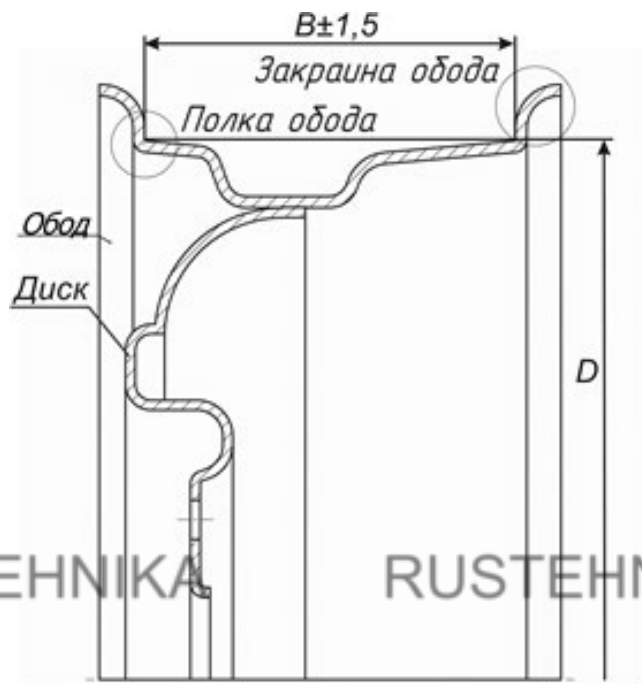

Рисунок 1.1 - Поверхности обода, подлежащие реставрации
1.1 Стенд для правки автомобильных дисков, модель «Титан ST/16», далее по тексту «стенд», предназначен для реставрации деформированных закряин и полок ободьев колес легковых автомобилей шириной 4...6,5 дюймов и диаметром 12...16 дюймов (рисунок 1.1). Закряины и полки обода реставрируются с помощью дископравного устройства, описанного в разделе 4 настоящего руководства по эксплуатации.
**ВНИМАНИЕ!** Диск колеса см. рисунок 1.1 реставрации не подлежит.